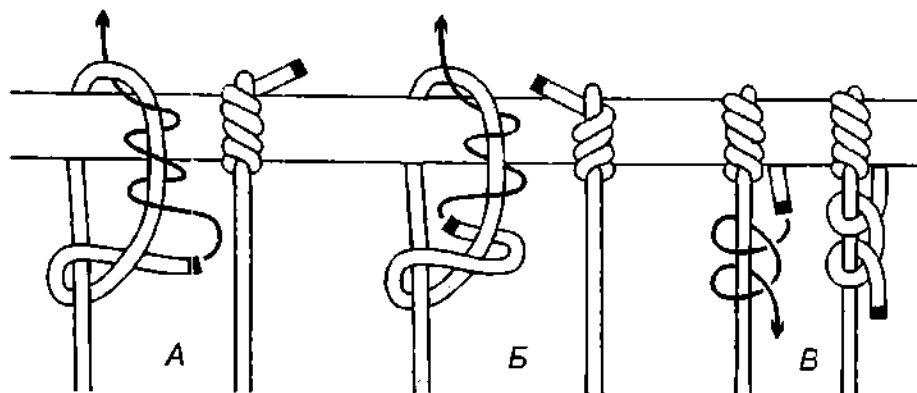

Рис. 655. А, Б – **плотницкий штык (удавка)**, завязанный на опоре; В – **плотницкий штык** с двумя полуштыками.
**Плотницкий штык** – это петля **удавка**, завязанная на опоре, поэтому он может быть завязан из **простого узла** (рис. 655 А) или из **восьмёрки** (рис. 655 Б) (из **самозатягивающегося узла** или **самозатягивающегося узла восьмёркой**), в зависимости от того, в какую сторону лягут шлагги – по часовой или против часовой стрелки. При завязывании **плотницкого штыка** кладётся от 2 до 6 шлаггов. Чтобы узел хорошо держал, обычно достаточно трёх
шлаггов. Если верёвка крепится к более толстой опоре, то вяжется большее количество шлаггов. **Плотницкий штык** надёжен, если к тросу приложена постоянная тяга, поэтому при более продолжительной работе и переменной нагрузке можно добавить контрольные полуштыки вокруг коренного конца (рис. 655 В). **Плотницкий штык** можно использовать и в качестве стопорного узла (**удавка-стопор**) и в качестве затягивающейся петли (**петля удавка**).